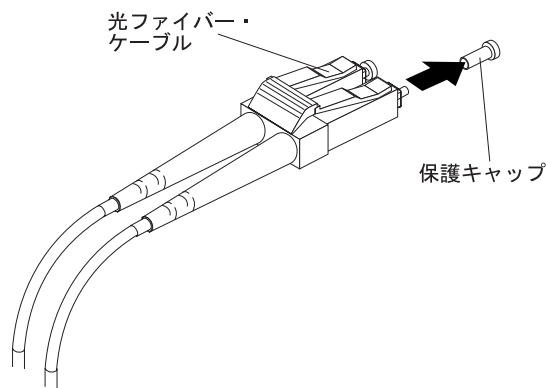

図 19. 光ファイバー・ケーブルの保護キャップの取り外し
3. 図 19 に示すように、LC-LC ケーブルの一方の端から 2 つの保護キャップを取り外します。保護キャップは後日使用するときのために保管しておきます。